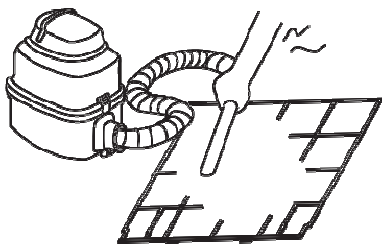

Fig.6-2
- Potrebno je postaviti na lice kada koristite usisivač (Kao na Fig 6-2)